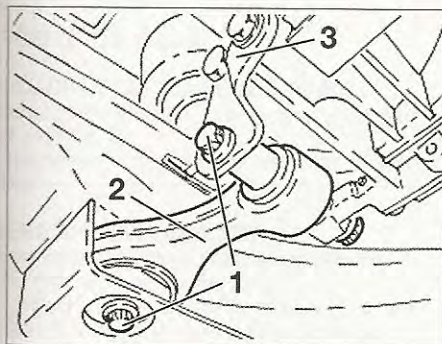

fig. 9
- los tornillos de fijación (1) del tirante antibasculamiento (fig. 9).
- el tirante antibasculamiento (2).
- la pinza (3) del tirante en la caja de velocidades.